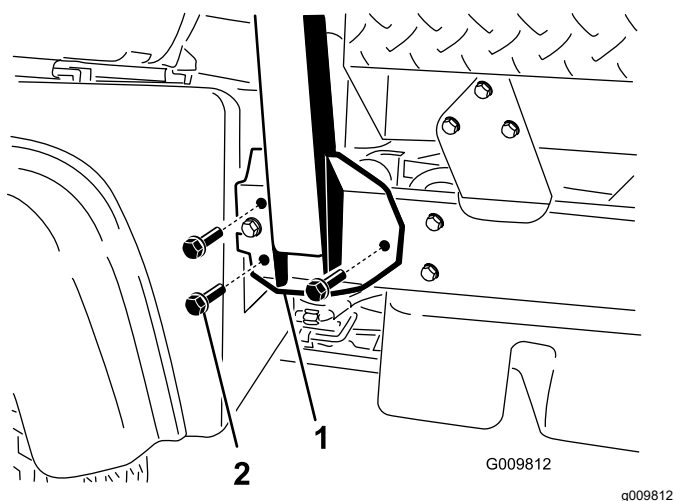

Рисунок 4
2. Совместите обе стороны защитной дуги с монтажными отверстиями с каждой стороны рамы машины (**Рисунок 4**).
3. Прикрепите монтажный кронштейн защитной дуги к раме машины с помощью 3 болтов с фланцевыми головками (½ x 1¼ дюйма) с каждой стороны (**Рисунок 4**).